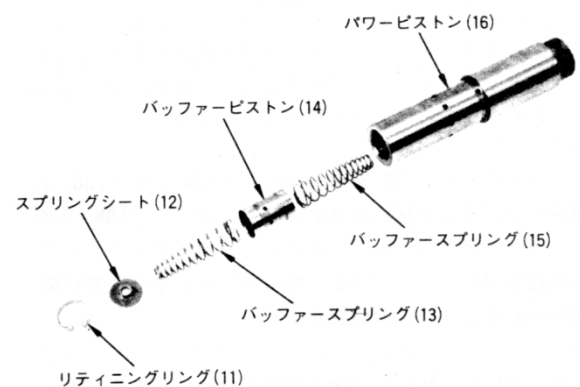

図3-16. バッファー機構組立図
10. バッファー機構部品(11~15)を、洗浄の目的で分解してあればパワーピストンに組み込む。図3-16を見てパワーピストンの穴の位置を間違えないこと、以下のように組み込んだ場合のみ適切な作動をする。